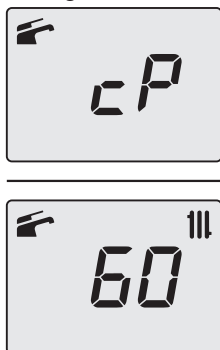

Figura 9.25
- Premendo il tasto 14 (Figura 9.20) è possibile variare la potenza in modalità spazzacamino: con visualizzazione sul display LCD delle lettere **cP** che si alternano con il valore di temperatura dell'acqua di riscaldamento (es. **60**), siamo "funzione spazzacamino" alla potenza massima in riscaldamento (Figura 9.25).